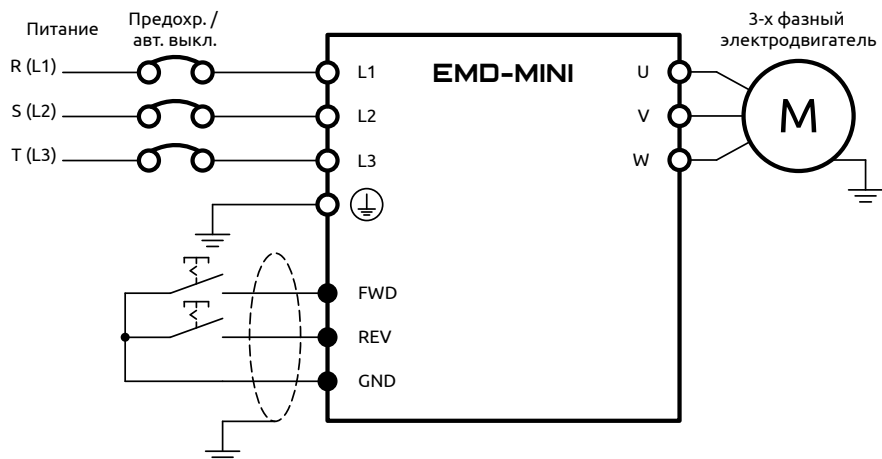

Рисунок 28 – Применение дискретных входов для пуска и останова ПЧ (контакты с фиксацией)
- 1) Двухпроводная схема подключения. Используются контакты с фиксацией (см. рисунок 28)